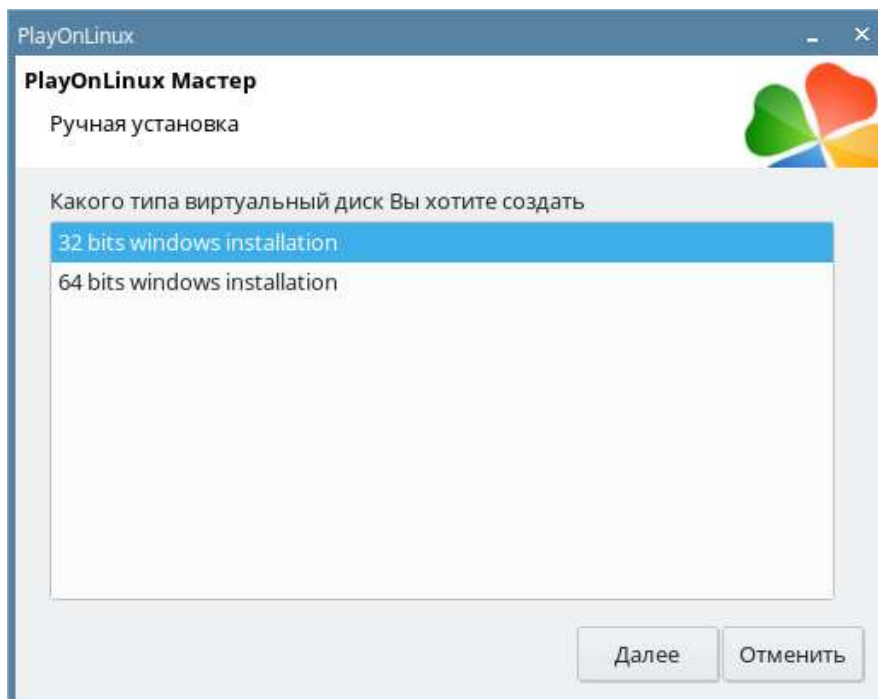

Рис. 9.32 Тип виртуального диска
12. В окне выбора типа виртуального диска укажите пункт «**32 bits windows installation**» (Рис. 9.32). Нажмите кнопку «**Далее**».